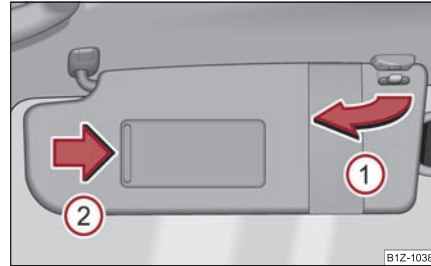

Abb. 58 Sonnenblende: Ausschwenken
Die Sonnenblende für den Fahrer bzw. Beifahrer können Sie aus der Halterung herausziehen und zur Tür in Pfeilrichtung ① ⇒ Abb. 58 schwenken.